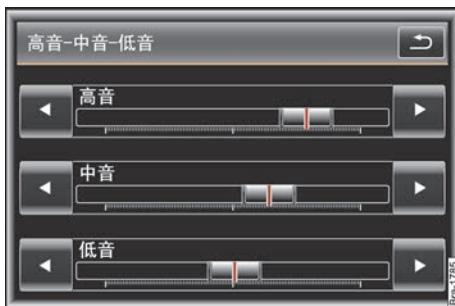

图 113 声音设置 (RCD 550)
可以在预定范围内移动某些对象（调节滑块 □ ⇒ 图 113、滚动标记 ⇒ 图 114 ①）。